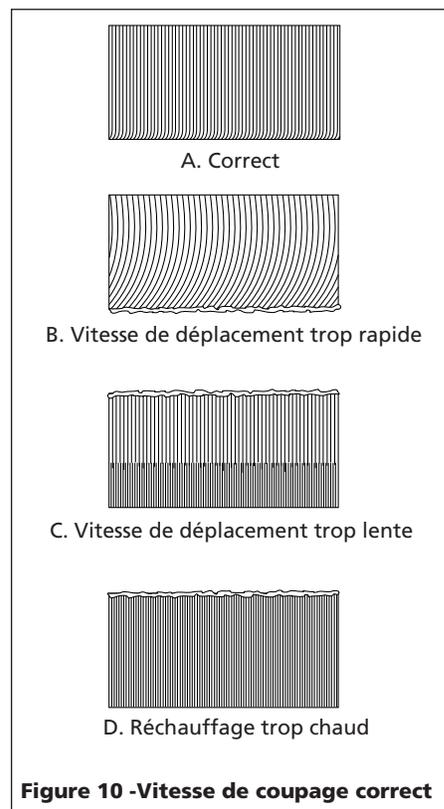

Figure 10 - Vitesse de coupage correct
- Comparer les bords coupés avec la Figure 10 pour corriger les coupures suivantes.